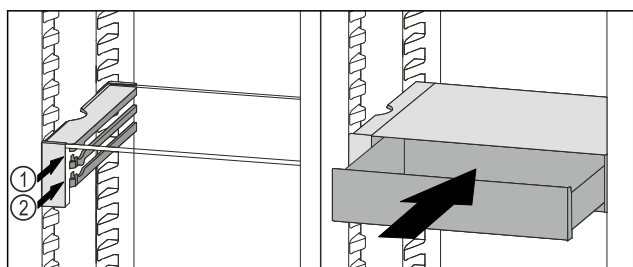

Fig. 137
- Nasadte zásuvku VarioSafe za zářezky na požadovaném žebro Fig. 137 (1) nebo Fig. 137 (2).